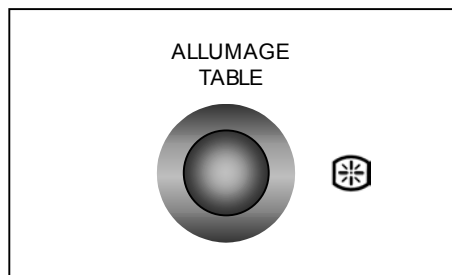

fig. 6
2. En même temps, appuyez sur le bouton d'allumage électronique (fig. 6) pour obtenir des étincelles. Maintenez le bouton enfoncé jusqu'à apparition de la flamme (une étincelle se produit environ toutes les secondes).